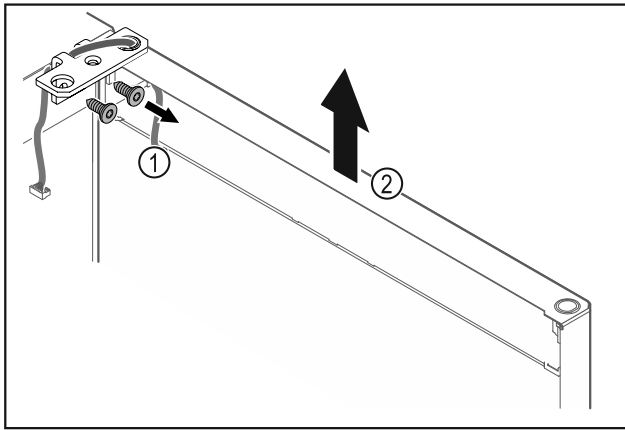

Fig. 17
- ▶ Ξεβιδώστε τη γωνία μεντεσέ Fig. 17 (1).
- ▶ Σηκώστε την πόρτα μαζί με τη γωνία μεντεσέ Fig. 17 (2) περίπου 200 mm ευθεία προς τα επάνω και αφαιρέστε τη.